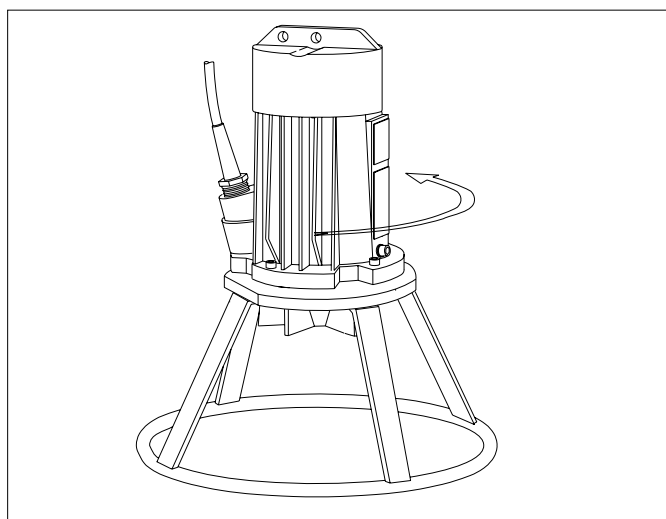

Fig. 5.3
- Mettez le mixeur en position verticale, fig 5.3. Au démarrage, la mixeur doit avoir un mouvement de recul dans le sens inverse des aiguilles d'une montre.